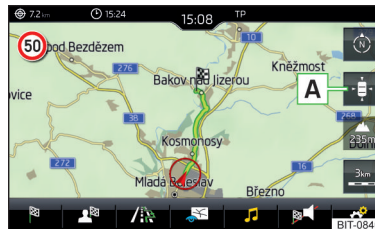

Fig. 225
► To **centre the map**, tap on function surface **A** » Fig. 225.